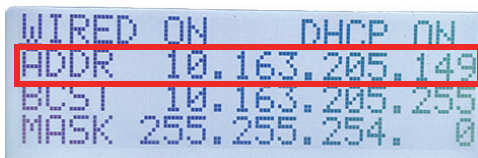

Figura 4-4 Dirección IP asignada por la red
5. Después de que se haya iniciado el analizador BTX III, navegue hasta **Main Menu** > **Advanced Menu** > **Configure Network** > **DHCP Menu** [Menú principal > Menú avanzado > Configurar red > Menú DHCP] (ver Figura 4-4 en la página 68).